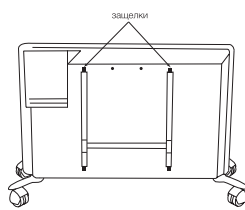

Рис. 4
- освободить настенный кронштейн от конвектора, необходимо следующим образом: нажмите на защелки и потяните кронштейн на себя нажав вниз на две защелки (рис. 4);
Конвектор не требует специального ухода. Перед обслуживанием (уходом) необходимо выключить конвектор из электросети и убедитесь что он остыл. Корпус прибора следует время от времени протирать мягкой тряпкой или влажной губкой. Ни в коем случае не используйте абразивные, пеномоющие средства и растворители. Произвести чистку пространства позади установленного на стене обогревателя довольно несложно. Нажмите вниз две защелки (рис. 4) на задней стенке обогревателя, и потяните сам обогреватель вперед. После того, как он будет снят, можно будет вымыть стенку, на которой он был установлен. После завершения уборки установите обогреватель в его нормальное рабочее положение.